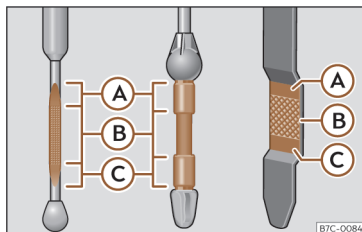

Fig. 200 Jauge d'huile moteur.
Légende de la >>> **fig. 200** :
- Puis retirez-la à nouveau et vérifiez le niveau d'huile >>> **fig. 200**. Faites l'appoint d'huile moteur si nécessaire.
- Dès que le niveau d'huile atteint la zone >>> **fig. 200** **(B)**, revissez soigneusement le couvercle de l'orifice de remplissage >>> **(1)**.